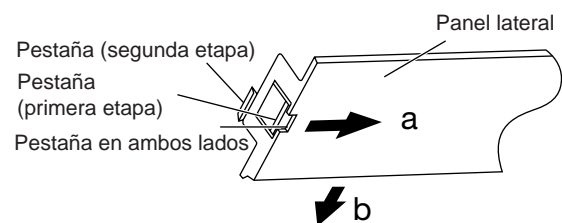

Fig. 3-17
2. Ejerza presión hacia el interior en la zona situada cerca de la pestaña (segunda etapa) mientras se sujetan los dos lados del panel lateral para poder retirarlo. (Fig. 3-17)